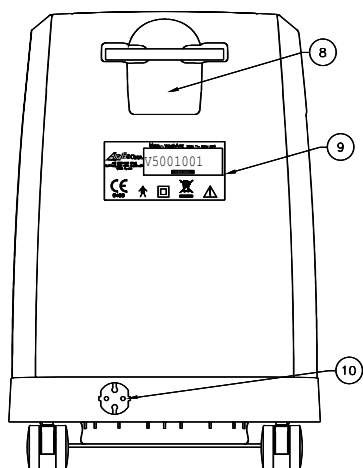

Fig. I.2
I. 2. Panneau arrière (Fig. I. 2)	2-FR
I. 2. Panneau arrière (Fig. I. 2)